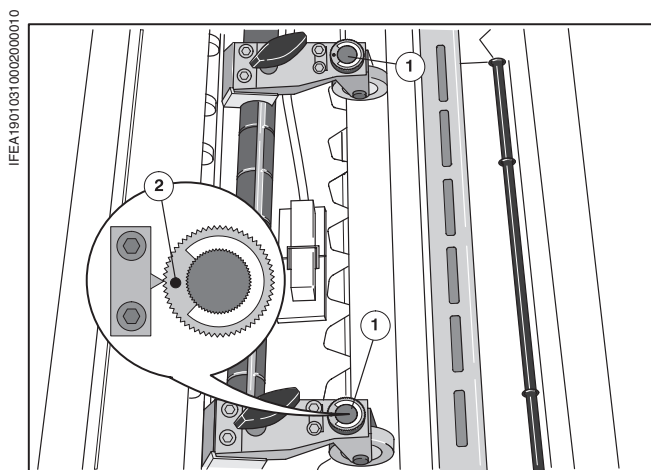

Рис. 12 Регулировка прижима
- При установке винта с накатанной головкой (Рис. 12/➌) в среднем положении можно обрабатывать практически все печатные материалы.
- Среднее положение: штифт (Рис. 12/➍) в винте с накатанной головкой находится напротив выемки в пружинных пластинках. Давление прижима следует изменять только при возникновении проблем в листопроводке (например, морщинистость бумаги или следы на самокопирующей бумаге).
- ➌ При помощи винта с накатанной головкой (Рис. 12/➌) установить одинаковый прижим к транспортировочному валику на стороне С.П. и С.О.